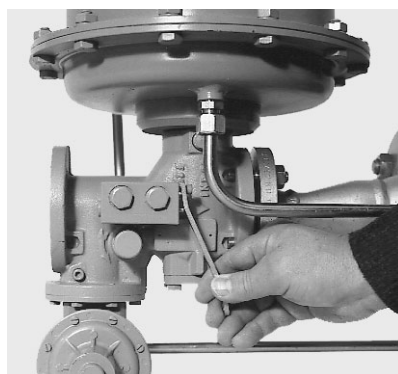

Bild 4
Entriegelung SAV Schritt 1 (Bild 4)
- Druckausgleich durch Öffnen des Umgangsventils (Bild 4).